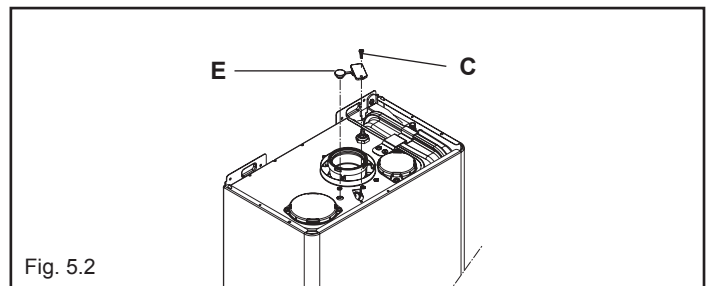

Fig. 5.2
- Rimuovere la vite **C** e il coperchietto **E** sulla cassa aria (vedi fig. 5.2)